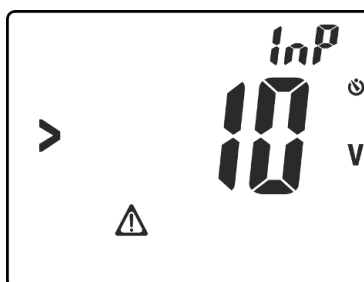

Fig. 17: Presenza tensione sui terminali di ingresso
7. Premere il tasto **GO/HOLD** per attivare la prova. La videata di Fig. 17 può essere mostrata a display a segnalare la presenza di una tensione **>10V** presente sui terminali di ingresso che blocca lo svolgimento della prova